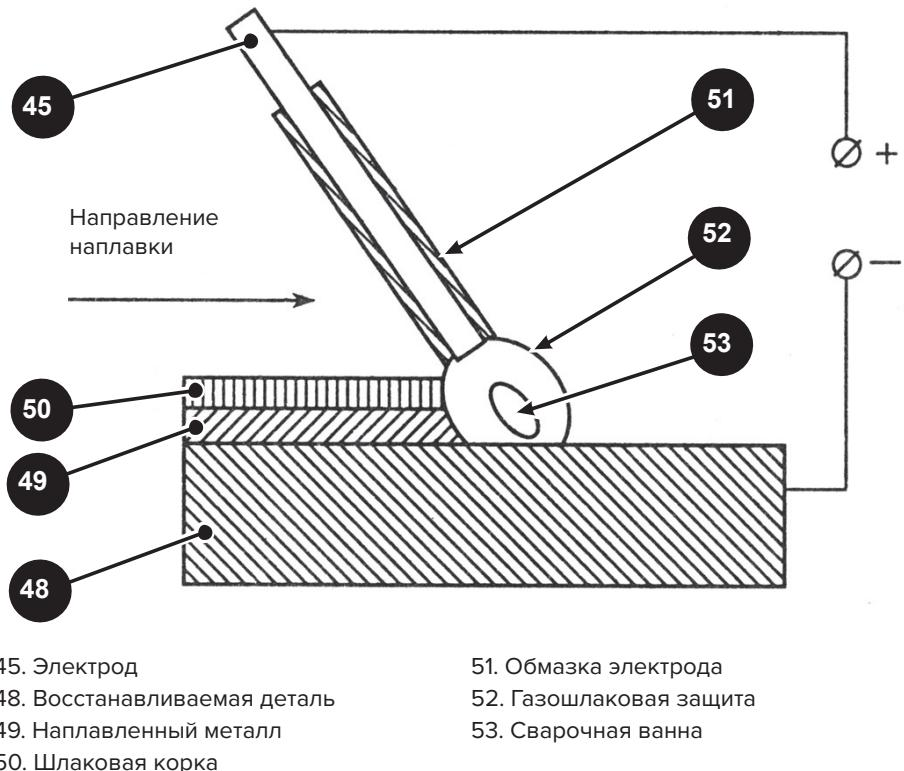

Рисунок 5 — Восстановление изношенных участков детали методом наплавки
- Ручную дуговую сварку можно использовать для восстановления изношенных участков деталей (см. рис. 5) способом наплавления металла плавящегося электрода на дефектное место, например: шейки вала или изношенной плоскости.